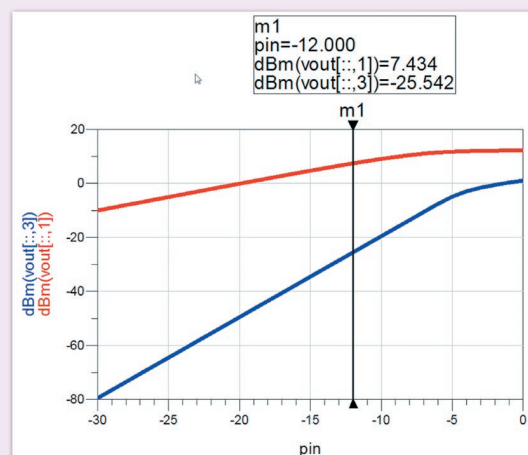

Рис. 42
- Щоб переглянути значення на кривих, помістіть маркер лінії (Line Marker). Відзначте крутизну графіків основної частоти й третьої гармоніки (крутизна графіка третьої гармоніки втричі більша, ніж в основної частоти) (рис. 42).